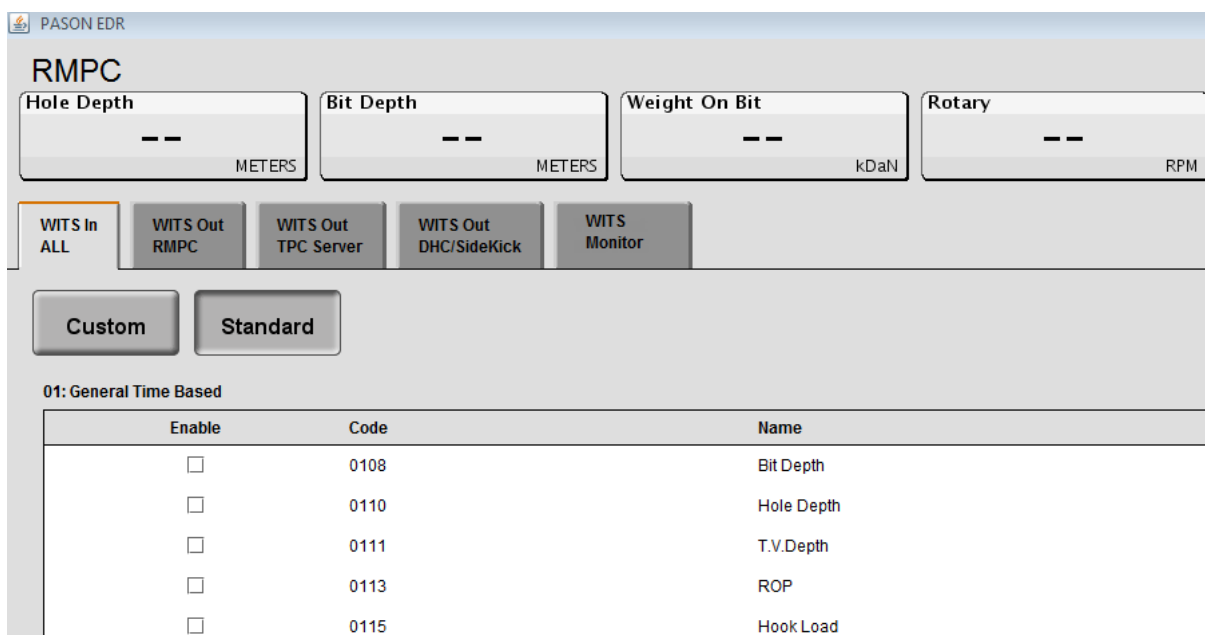

Figura 14: pestaña WITS in Todos (All)
- Usted encontrará la pestaña *WITS In Todos* en la pantalla de configuración WITS en el EDR (Figura 14).